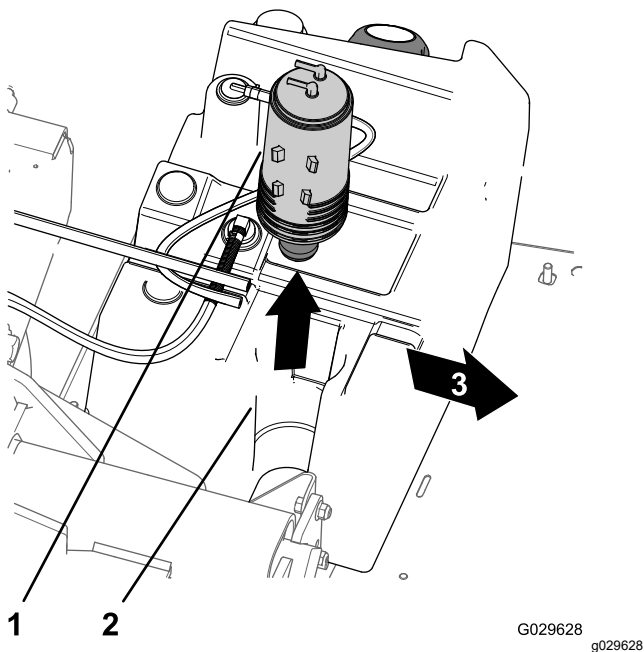

Figura 47
3. Retire el cartucho de carbón del soporte del cartucho de carbón del depósito de combustible (**Figura 47**).
7. Instale el cartucho de carbón nuevo en el soporte del cartucho de carbón del depósito de combustible con los acoplamientos de purga y del depósito de combustible orientados hacia atrás (Figura 47).